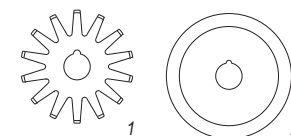

Fig. 6.2.1
- Le système "attendrisseur" se compose de lames "en étoile" (1 fig. 6.2.1) qui pénètrent dans la viande en découpant le cartilage pour la rendre plus tendre.
- Le système "découpeuse" se compose de lames rondes (2 fig. 6.2.1) couplées entre elles qui découpent la viande en bandes, en variant l'épaisseur des entretoises, l'épaisseur de la bande varie. Manier les rouleaux lames uniquement si dotés de gants spéciaux anti-coupe en kevlar.